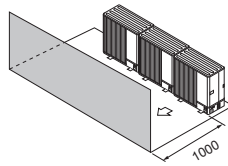

Fig. 2-14
- (3) Hindring eller lukket overflate kun foran (Fig. 2-14)